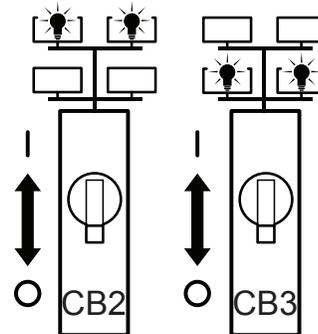

Figure 21. Disjoncteurs de lampes (CB2/CB3)
- Placer le disjoncteur, CB2 (Figure 21) sur le panneau de commande dans la position de marche **ON**. Cette opération allumera les 2 lampes **supérieures**.
- Ensuite, placer le disjoncteur, CB3 (Figure 21) sur le panneau de commande dans la position de marche **ON**. Cette opération allumera les 2 lampes **inférieures**.